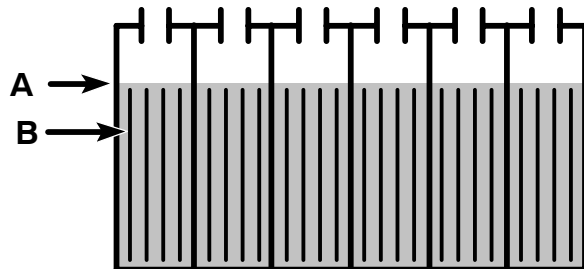

FIG. 27
Le niveau d'électrolyte (A) doit légèrement recouvrir les plaques de batteries (B). Ajoutez de l'eau distillée si nécessaire. **NE REMPLISSEZ PAS TROP**, le fluide va augmenter de volume et risque de déborder lors de la mise en charge. Remettez les bouchons sur les éléments, avant la mise en charge (Figure 27).